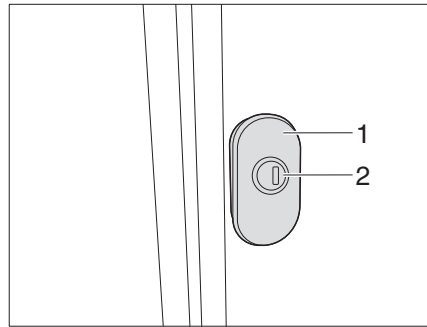
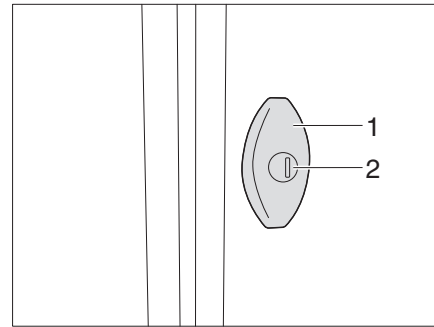

Fig. 30 Cerradura tensora giratoria (variante 1)
Fig. 31 Cerradura tensora giratoria (variante 2)
- Tirar de la cerradura tensora giratoria (Fig. 30/Fig. 31,2) y girarla 180° en sentido contrario a las agujas del reloj. La trampilla exterior está abierta.